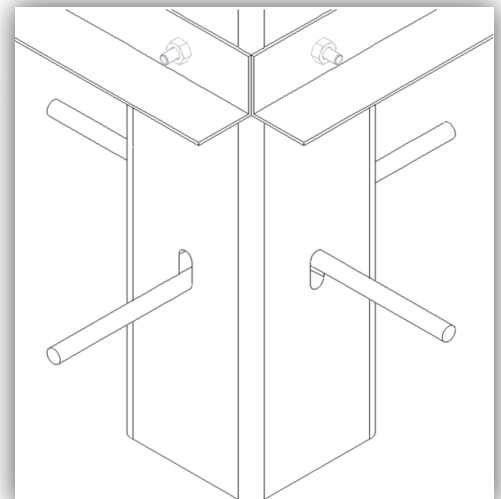

Abbildung 3 -
5. Als Positionierungshilfe dienen Ihnen die mitgelieferten Befestigungsutensilien (ab Nr. 51 im Montageplan). Die Winkelprofile werden 400mm unter Bodenniveau (s. „untere“ Schweißmarkierung Abb. 1) auf die vormontierten Stiftschrauben der Standpfosten gesetzt und mit den Sechskantmuttern fixiert (s. Abb. 3 & 4).